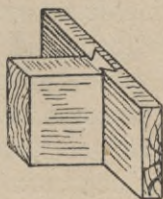

Fig. 128.
f) To samo osiąga się **zasunięciem w jaskółczy ogon** (gratverbindung) (Fig. 128). Jaskółczy ogon może być zacięty z obu stron, lub tylko z jednej strony zasuniętej sztuki drzewa. Najlepszy kształt jaskółczego ogona wyznacza się tak, że się dzieli wysokość jego (nie mogącą więcej wynosić nad  $\frac{1}{2}$  cala) na trzy równe części i jedną z nich daje się na głębokość zacięcia z obu stron jaskółczego ogona.